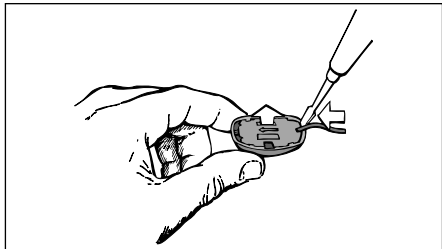

Abb. 8
1. Hebeln sie die Bodenplatte mit einem Schraubenzieher wie in Abb. 8 gezeigt aus der Rastung und nehmen Sie die Bodenplatte ab.